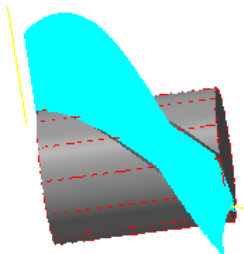

图 7.4.7 刀具路径
Step6. 单击“多轴刀路- 沿面”对话框中的  按钮，完成多轴刀具路径 - 沿面五轴加工参数的设置，此时系统将自动生成图 7.4.7 所示的刀具路径。
Step2. 在“路径模拟控制”操控板中单击  按钮，系统将开始对刀具路径进行模拟，结果与图 7.4.7 所示的刀具路径相同，单击“路径模拟”对话框中的  按钮，关闭“路径模拟控制”操控板。